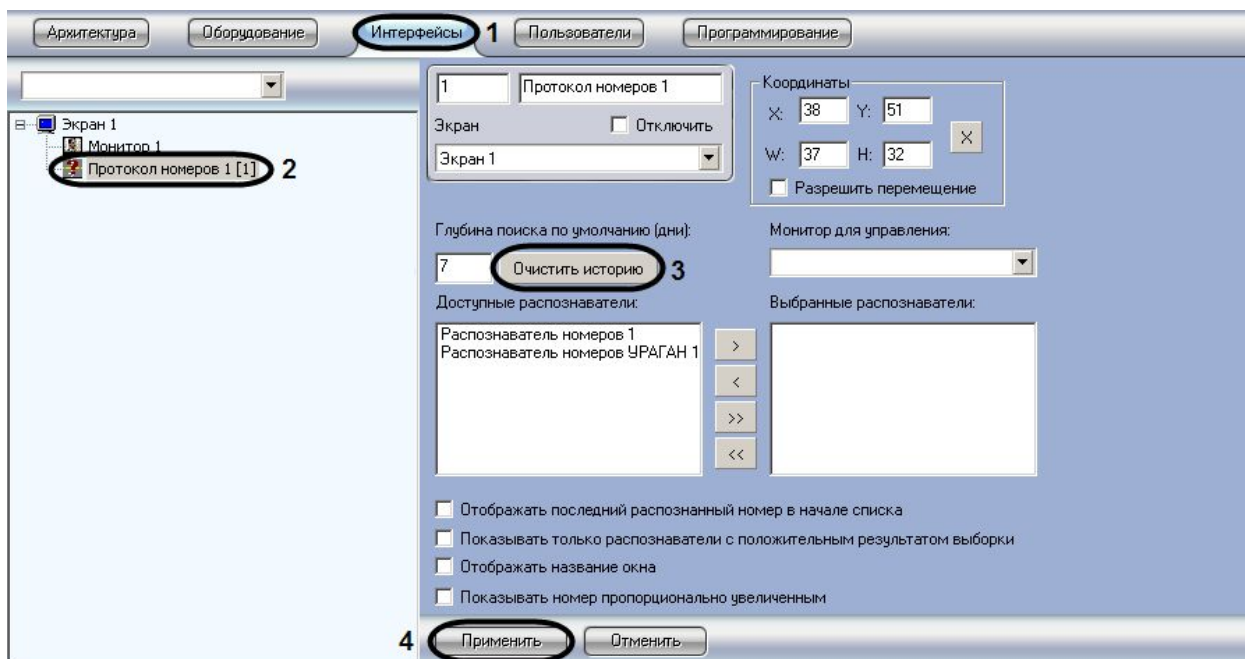

Рис. 7.7.4-1 Очистка истории событий в протоколе номеров
1. Перейти на вкладку «Интерфейсы» диалогового окна «Настройка системы» (см. Рис. 7.7.4-1, 1).
2. Выбрать в дереве объект «Протокол номеров» (см. Рис. 7.7.4-1, 2).
3. Нажать кнопку «Очистить историю» (см. Рис. 7.7.4-1, 3). В результате история событий в диалоговом окне «Протокол номеров» будет удалена.
4. Нажать кнопку «Применить» для сохранения настроек (см. Рис. 7.7.4-1, 4).